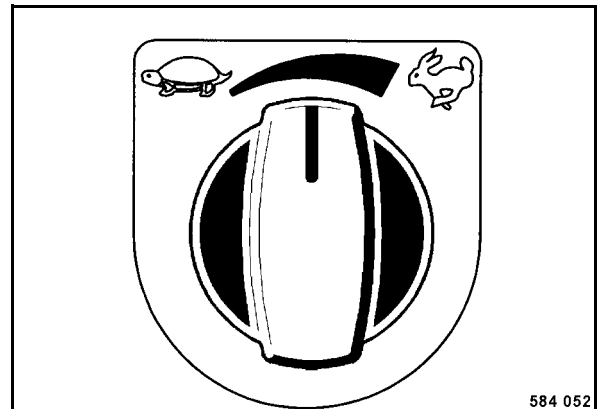

fig. 74
- Présélectionner la vitesse de déplacement maximale (fig. 74).